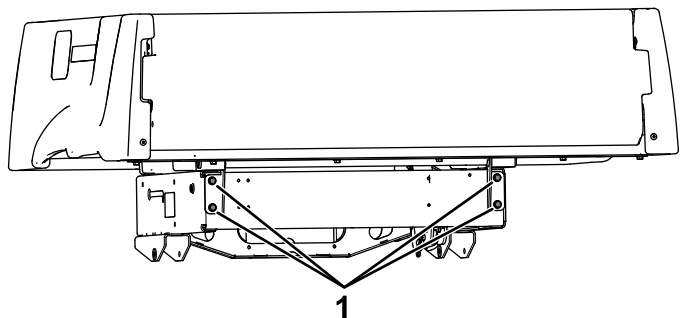

Figure 16
4. Si le plateau de chargement ne touche pas les plaquettes en mousse aux deux emplacements, desserrez les 4 boulons de l'articulation du plateau (Figure 16).